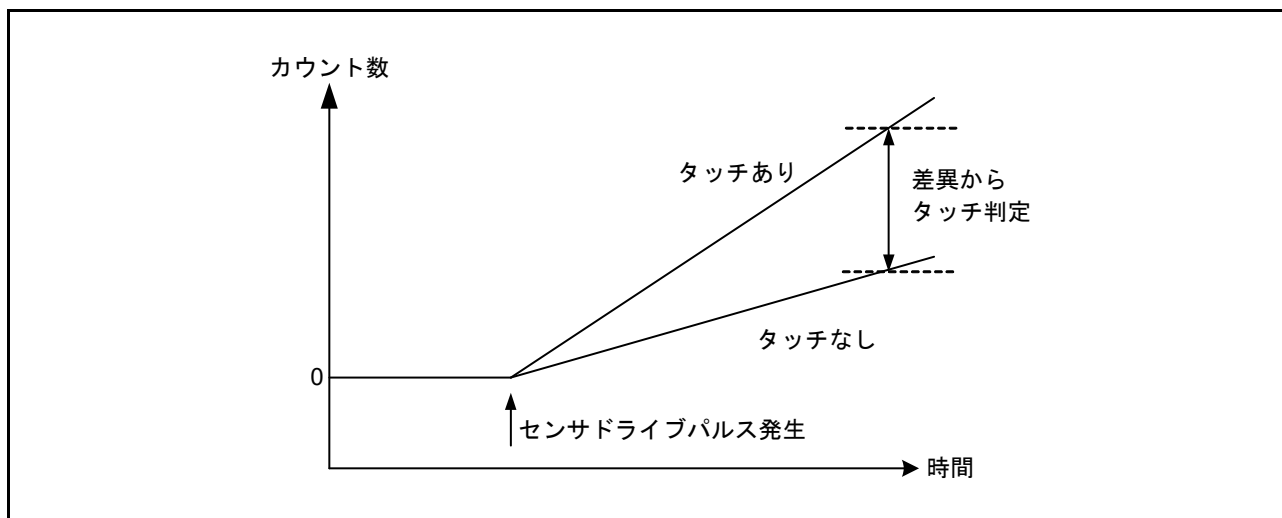

図 40.7 接触／非接触による計測値の変化
3. 手順 1. および 2. に示す電極の充放電を繰り返すことで、スイッチドキャパシタフィルタに電流が流れます。この時点で指が接近していれば、容量および流れる電流が変化します。TSCAP 電源を生成する回路からスイッチドキャパシタフィルタに流れる電流に比例した制御電流を ICO に供給することで、クロックを生成します。カウンタは、指が接近しているかどうかにより変化するクロック周波数を計測します。ソフトウェアは、カウンタから読み出した値に基づき指の接触を判断します (図 40.7)。